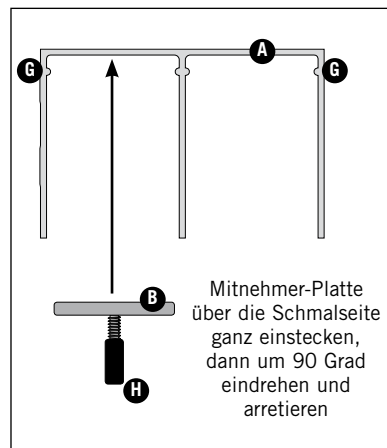

Bild 6 ▲
**5:** Pro Selbstzug müssen nun die Mitnehmer-Platten (B) in die dafür vorgesehene obere Führung der Deckenschiene (A) eingedreht werden (Bild 6). Dafür wird die schmalere Seite der Mitnehmer-Platte an den Führungen links und rechts (G) vorbei in die Deckenschiene gesetzt. Drehen Sie nun die Mitnehmer-Platte um 90 Grad, sodaß die Platte durch die Führungen gehalten wird.